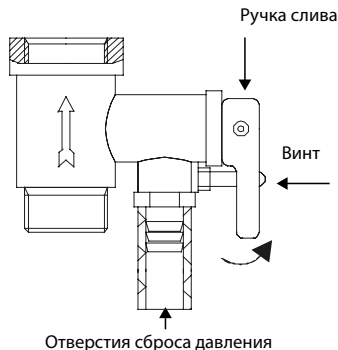

Рис. 5
6. При сливе воды из водонагревателя через сливной кран, установленный на тройнике кран выхода горячей воды должен быть открыт, а кран подачи холодной воды в водонагреватель должен быть перекрыт. Также слить воду из резервуара можно через предохранительный клапан, для этого необходимо: открутить винт ручки слива предохранительного клапана и перевести ручку слива в верхнее положение, при этом кран выхода горячей воды должен быть открыт, а кран подачи холодной воды в водонагреватель должен быть перекрыт (см. рис. 5). Из отверстия сброса давления предохранительного клапана потечет вода. Никогда не сливайте воду, если ее температура выше 50 °С, т. к. это может привести к ожогам.